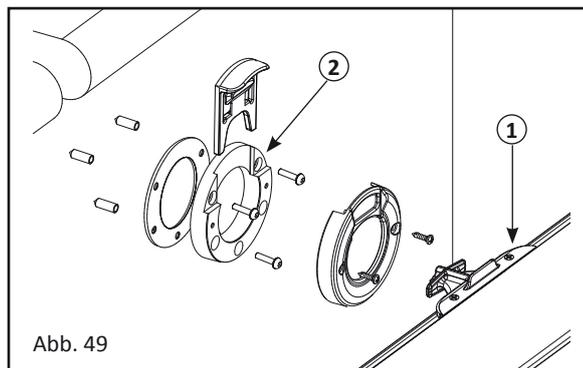

Abb. 49
5.7.2 Abb. 49: Befestigung der Spanner an der Beckenwand: